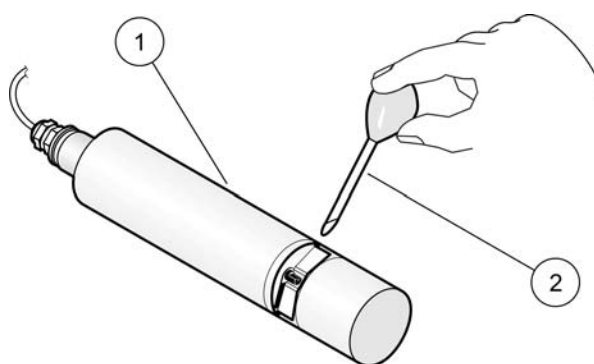

Abbildung 9 Überprüfen der Kalibrierung (Beckenversion)
9. **Beckenversion:** Entnehmen Sie den Sensor aus dem Becken, spülen Sie den Mess-Spalt mit Wasser, und füllen Sie ihn mit Hilfe einer Pipette mit Standardlösung, siehe Abbildung 9 auf Seite 27.